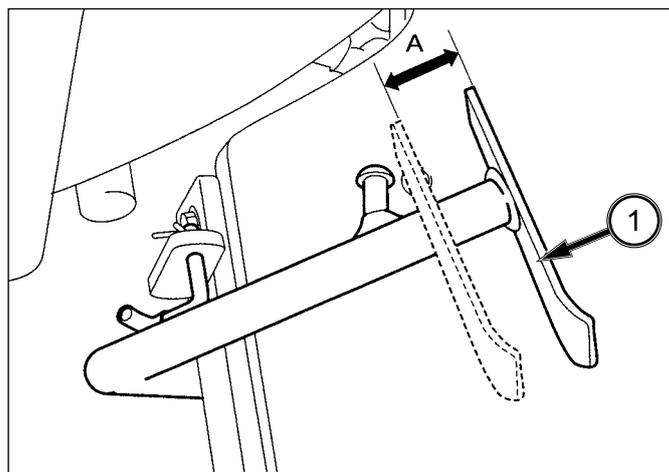

FIG. 148
FIG. 148 & 149 : Contrôlez régulièrement la garde d'embrayage et réglez-la si nécessaire. La garde d'embrayage (A) est bonne quand elle mesure 20 à 30 mm en mesurant à l'arrière de la pédale, 1, comme illustré.